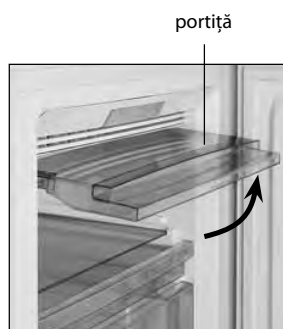

Figura 7
**3.2** Pentru a încarca produsele pe raftul de sticlă de sus ridicați porțița până la fixarea ei în poziție orizontală cum vedeți în figura 7.